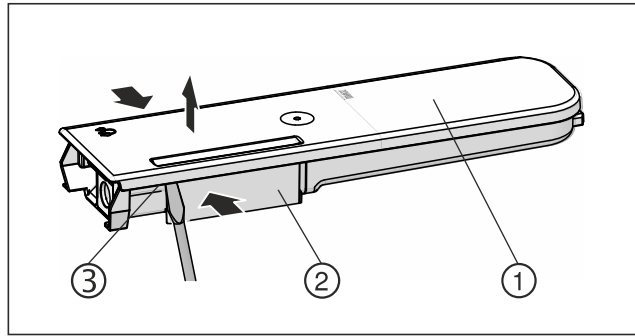

Fig. 165
- ▶ Paina vesisäiliötä Fig. 165 (2) kokoon ja avaa kannen Fig. 165 (1) lukitukset varovaisesti Fig. 165 (3) ja vedä ylös.
- ▶ Liikuta kantta Fig. 165 (1) hieman edestakaisin ja ota ylöspäin pois.